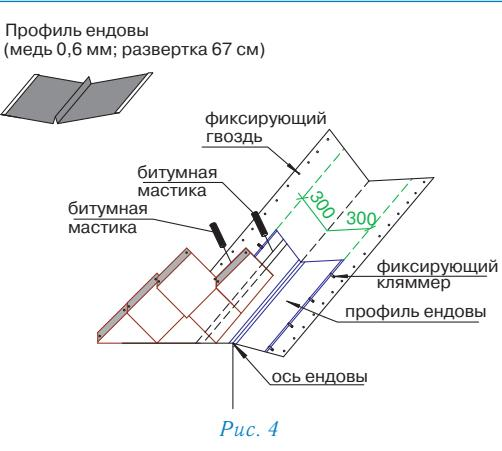

Рис. 4
## Ендова (рис. 4)
- далее устанавливаются внахлест специальные коньковые элементы (направление укладки по преимущественному направлению ветра). Каждый коньковый элемент плотно прижимается к основанию кровли и фиксируется двумя гвоздями из нержавеющей стали длиной 35 мм, которые перекрываются следующим коньковым элементом (рис. 4в).